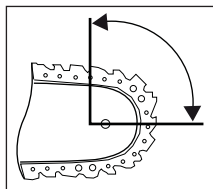

Fig. 1
- Un contact avec la pointe du rail peut dans certains cas entraîner une réaction inattendue vers l'arrière, durant laquelle la lame 16 est renvoyé brutalement vers le haut et en direction de l'utilisateur (voir fig. 1).